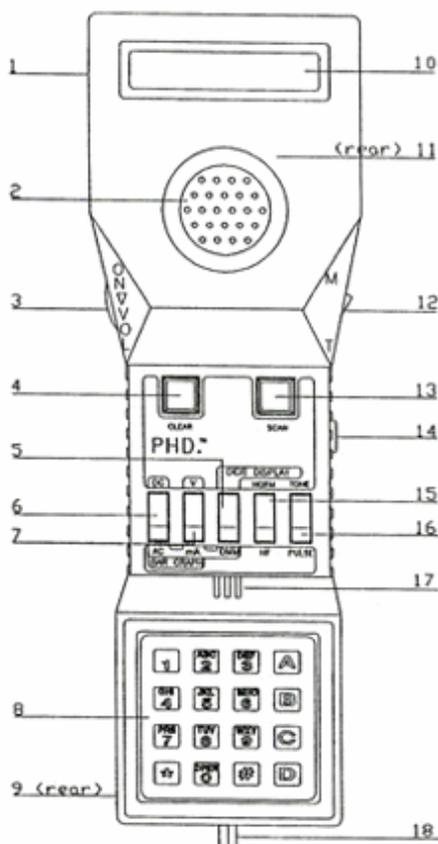

Рис.1
Перед включением телекоммуникатора PHD, хорошенько освоитесь с расположением органов управления и контроля, представленных на Рис.1. Затем включите телекоммуникатор, поворачивая кнопочный поворотный регулятор Включение/Выключение/Уровень громкости (ON/OFF/VOLUME) вниз, или против часовой стрелки. Вы услышите щелчок регулятора, что свидетельствует о том, что положение Включено (ON) достигнуто. Вам не нужно вращать регулятор дальше. Как только питание поступит на прибор, на жидкокристаллическом дисплее (LCD) появятся сообщения, подтверждающие включение прибора. Есть два сообщения, длящиеся каждое по одной секунде. Это следующие сообщения:
Переключатель Разговор/Контроль (Т/М) расположен на правой стороне прибора (см. Рис.1, пункт 12). Когда этот переключатель установлен в положение Контроль (М), телекоммуникатор подключается к телефонной линии высокоомно по постоянному и переменному току (см. главу 6).